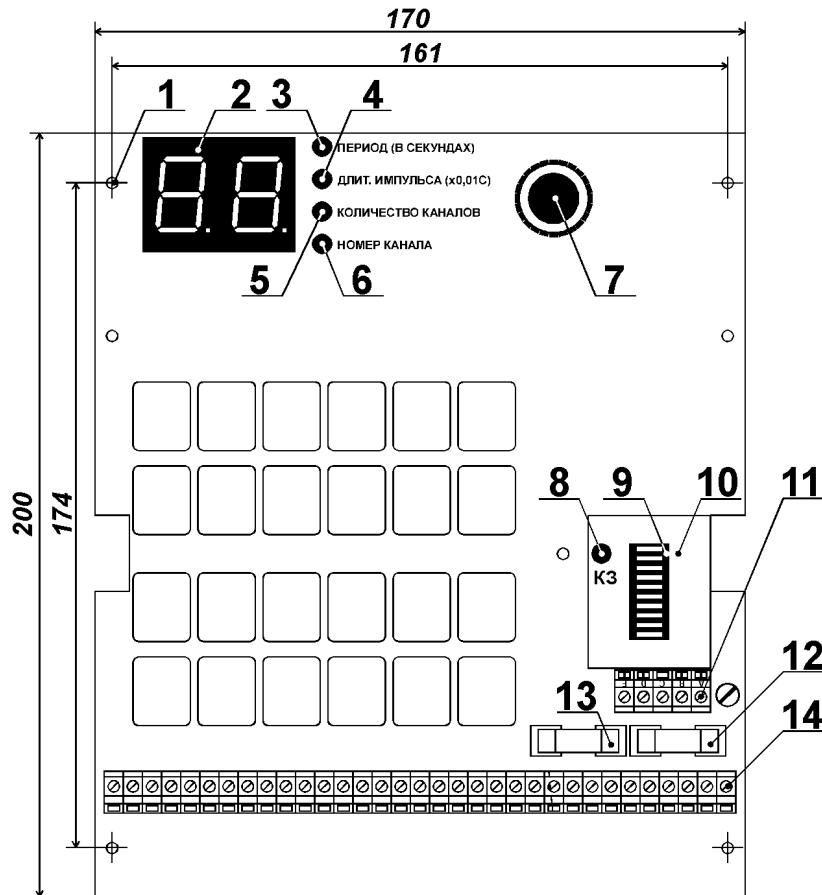

Рис. 1. Конструкция платы ПА-02-1.
Конструкция платы управления ПА-02-1 показана на рис. 1.
7.1. Плата должна быть надёжно закреплена внутри шкафа управления винтами или саморезами через предусмотренные в конструкции крепёжные отверстия [поз. 1 на рис. 1].
В процессе работы, когда светодиоды [поз. 3, 4, 5 и 6 на рис. 1] не горят, на цифровом табло [поз. 2] отображается номер канала (выходной клеммы платы), в который будет выдан очередной импульс управления ЭПК.